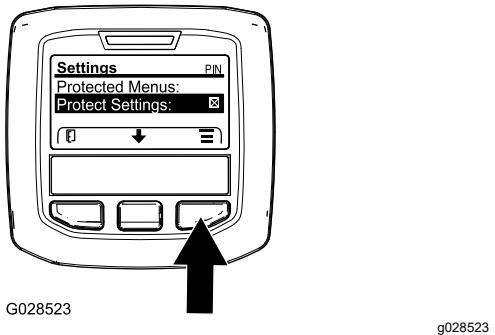

Figure 20
1. Dans le menu PRINCIPAL, appuyez sur le bouton central pour naviguer jusqu'au menu RÉGLAGES, puis appuyez sur le bouton droit (Figure 20).